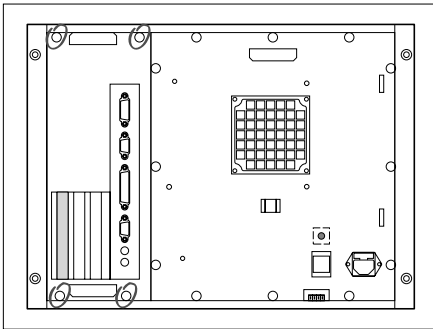

figure 1
- 1 dévisser les quatre vis repérées (figure 1 ci-dessous),